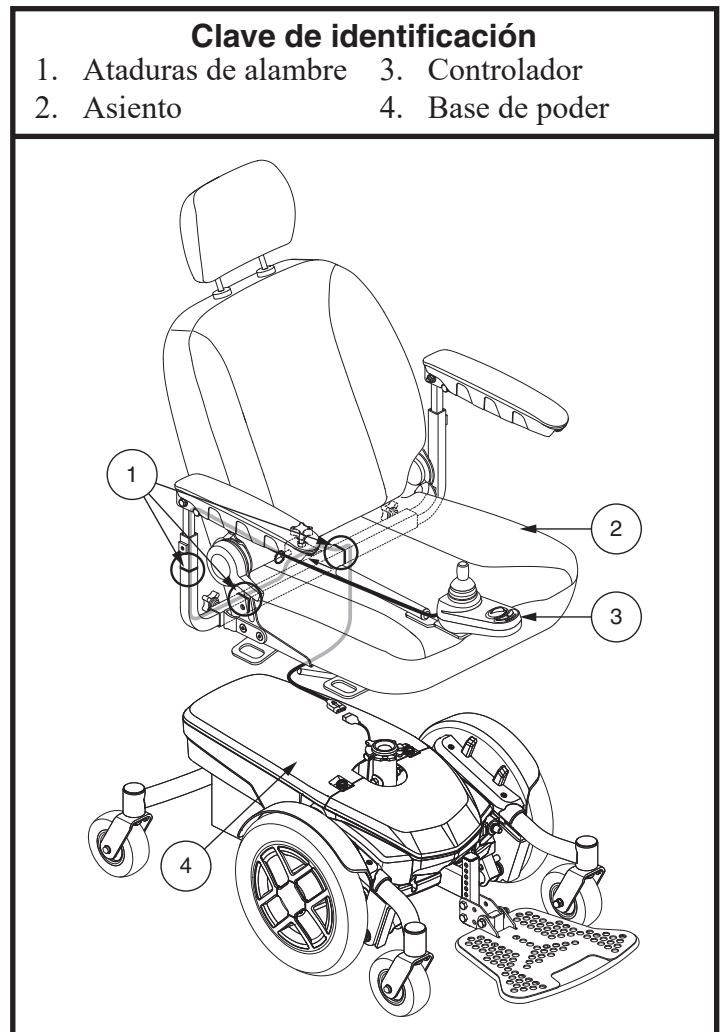

Figura 8. Mazo de cables del controlador en un asiento de contorno
1. Deslice el asiento hacia la base eléctrica. Ver figura 8.
3. Levante hacia arriba el reposabrazos, coloque el cable del regulador y sujételo con unos alambres como su muestra en la figura 8.